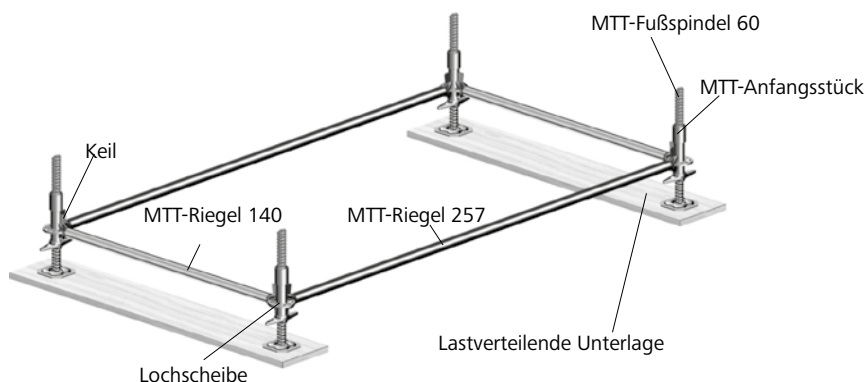

Abb. 9.1
6. Keile festschlagen (Abb. 9.1).